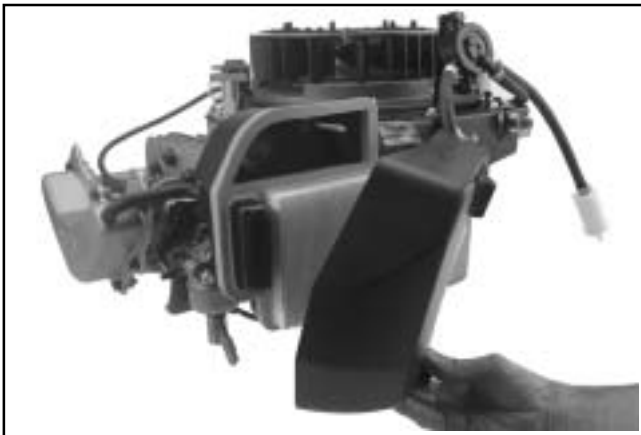

Figura 8-7. Desmontaje de la tapa del filtro de aire.
1. Afloje las dos ruedas y quite la tapa del filtro de aire. Ver Figura 8-7.